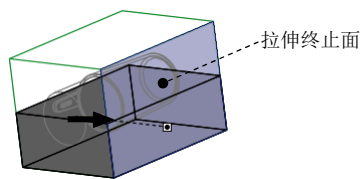

图 7.38 拉伸终止面
(3) 定义深度类型。在操控板中选取深度类型 (到选定的),选择图 7.38 所示的平面为拉伸终止面。